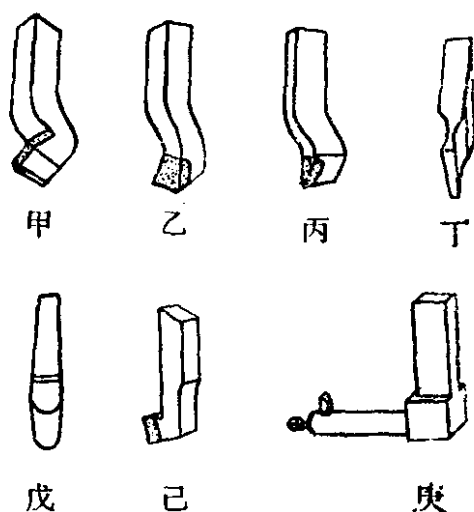

图13 各种刨刀
(1) 粗刨刀 (图13甲)：也叫荒刨刀，粗刨平面用。
(2) 光刨刀 (图13乙)：也叫光刀，精刨平面用。
(3) 角度刨刀 (图13丙)：刨各种内角度用。
(4) 切刀 (图13丁)：刨窄槽或切断材料用。
(5) 样板刀 (图13戊)：刨曲线表面用。
(6) 弯切刀 (图13己)：刨侧面上的沟槽用。
(7) 内孔刀 (图13庚)：刨内孔表面及孔内键槽等用。